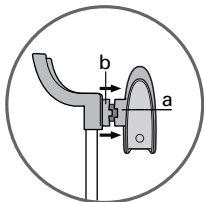

fig.5
1. Tire suavemente del perchero (a) para liberarla de las muescas situadas en la parte trasera del gancho (b) - fig.5.